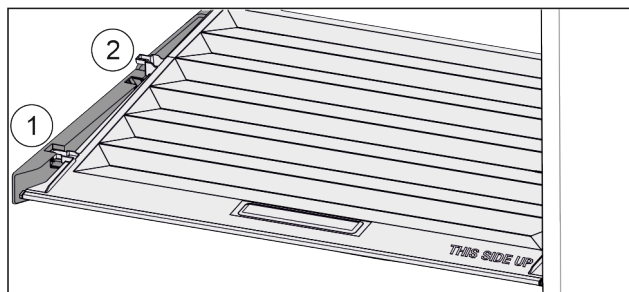

Fig. 137
- ▶ Tirare in avanti il coperchio fino all'apertura nei fermi Fig. 137 (1).
- ▶ Sollevare posteriormente dal basso e togliere verso l'alto Fig. 137 (2).